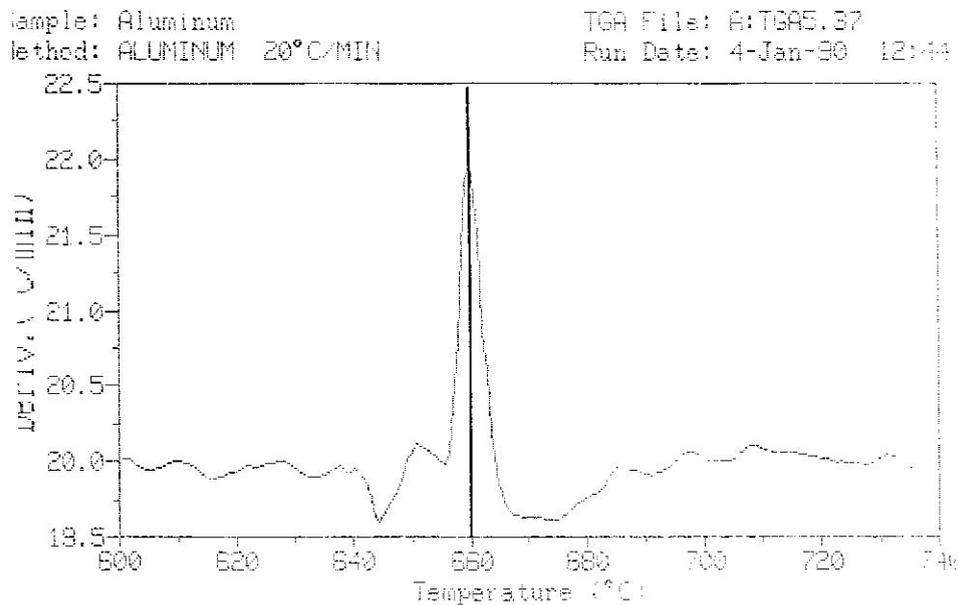

Bild 37
5. Warten Sie, bis die Methode abgelaufen ist, und laden Sie dann ein geeignetes Auswertungsprogramm (entweder das General Analysis Program, oder das TGA Standard Data Analysis Program). Ermitteln Sie den Schmelzpunkt als Maximalwert der zeitlichen Ableitung der Temperatur (s. Abb. 37). (Verwenden Sie hierzu die Funktion "Curve Value"; Detailliertere Angaben finden Sie im Bedienungshandbuch des Auswertungsprogrammes.)